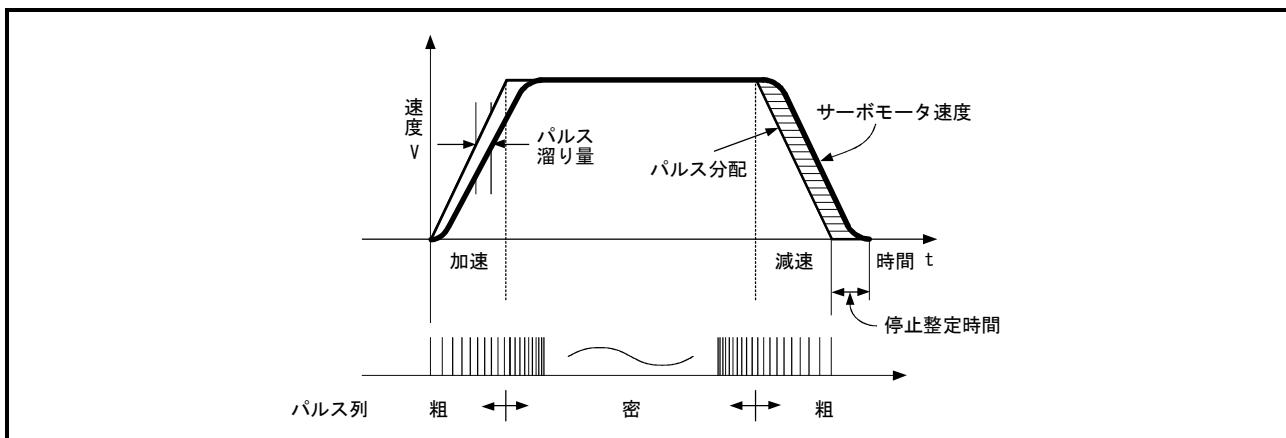

図1.3 QD70からの出力パルス
① QD70からは図1.3に示すように、サーボモータの加速時のパルス列は粗く、指令速度に近づくにつれ密になります。
② 指令速度では一定のパルス列になります。
③ サーボモータの減速時、QD70はパルス列を粗くして最後にパルスを「0」にします。